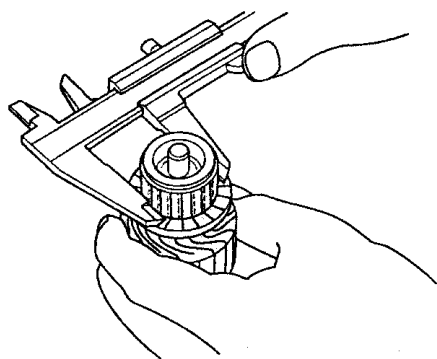

图 9-15 检查换向器直径
- 5) 如图 9-15 所示，检查换向器直径。如果直径低于使用极限，则更换电枢。换向器直径，标准(新) 27.9~28.0mm。维修极限：27.0mm。